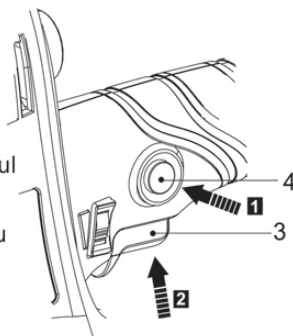

Fig. 11
- > Apăsăți butonul de blocare (4) și țineți-l în poziție (Fig. 11, pasul 1).
- > Apăsăți comutatorul de pornire/oprire (3) pentru a porni produsul (Fig. 11, pasul 2). Eliberați butonul de blocare/deblocare (4) după aceea.
- > Eliberați butonul de PORNIRE/OPRIRE (3) pentru a opri produsul.
- > Apăsăți comutatorul de pornire/oprire (3) pentru a porni produsul și țineți-l în poziție. Apăsăți butonul de blocare/deblocare (4) din nou pentru a bloca comutatorul de pornire/oprire (3) pentru modul continuu.
- > Apăsăți și eliberați butonul de PORNIRE/OPRIRE (3) pentru a opri produsul.